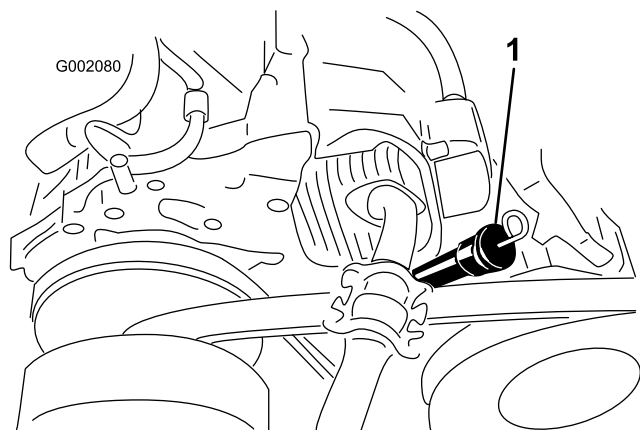

Figura 16
3. Utilize um pano para limpar em redor do bocal de enchimento (Figura 16) de forma a que a sujidade não caia no bocal e danifique o motor.
4. Retire a vareta do óleo e limpe a extremidade (Figura 16).
5. Volte a colocar a vareta completamente no bocal de enchimento (Figura 16).
8. Insira a vareta do óleo e coloque-a com firmeza (Figura 16).